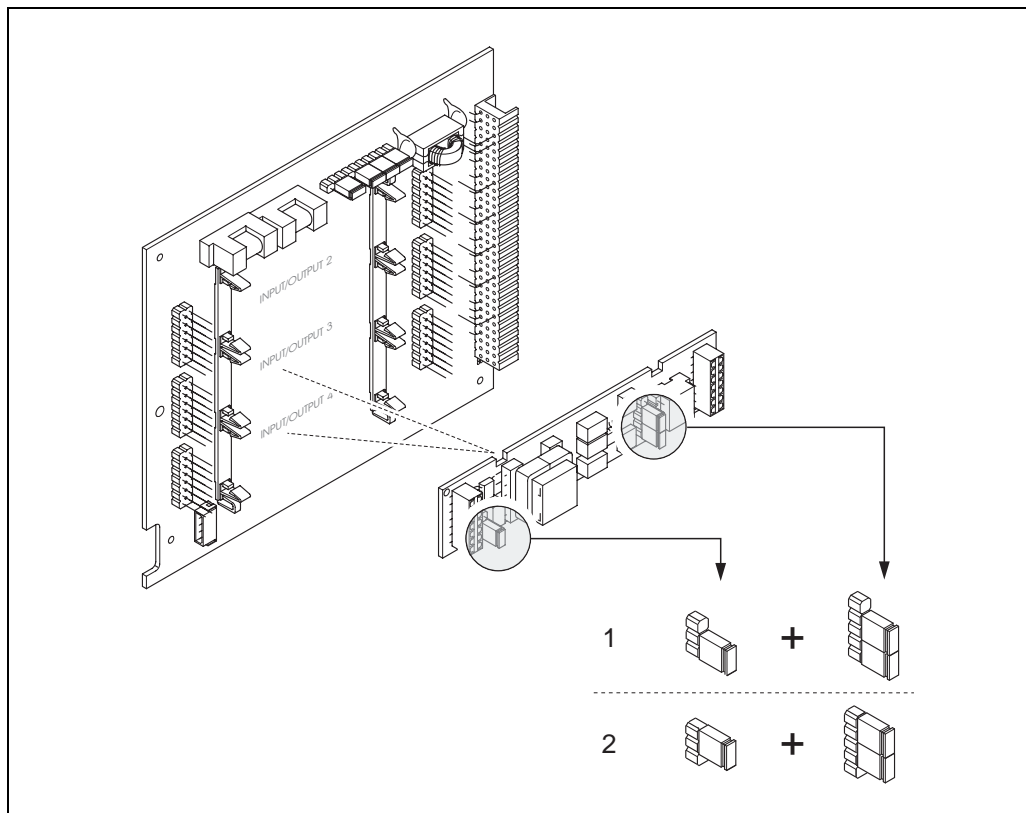

Fig. 35 : Configuration des entrées courant à l'aide de cavaliers (platine E/S modulaire)
3. Placer les cavaliers → Fig. 35